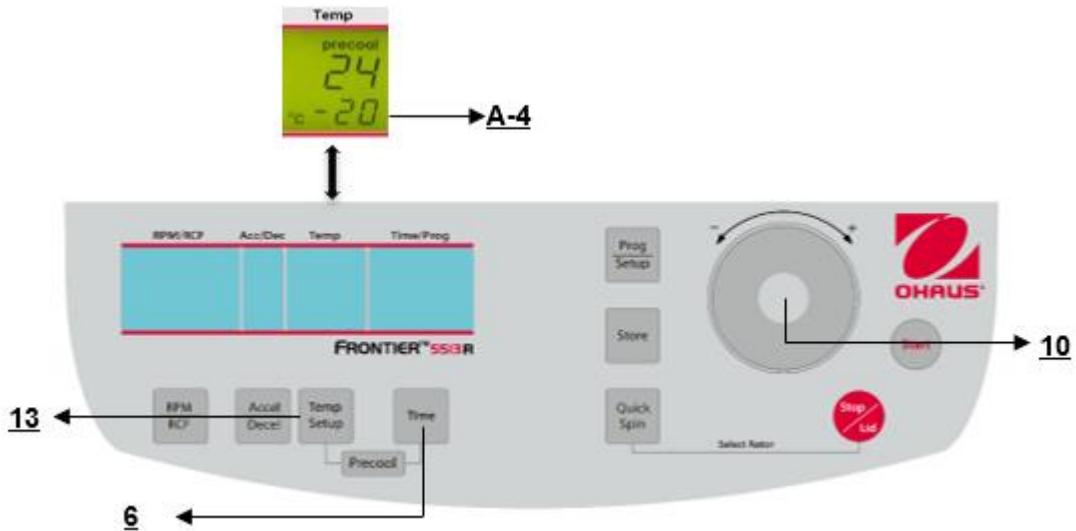

Figura 17
3. La operación continua "cont", que puede interrumpirse con el botón "Stop/Lid" (9) (vea la Figura 17).
Si las muestras son sensibles a la temperatura, es útil preenfriar la centrífuga, el rotor y eventualmente los portatubos a la temperatura de trabajo requerida. Por lo tanto, inserte el rotor deseado y preajuste la temperatura respectiva. Al presionar en forma simultánea los botones "**Temp/Setup**" (13) (vea la Figura 17) y "**Time**" (6), inicia la operación. Durante la operación, la unidad selecciona automáticamente una velocidad rotacional que es equivalente al 20% de la velocidad rotacional permitida del rotor respectivo. Después de que se alcanza la temperatura predeterminada, puede salir de la operación de preenfriamiento con el botón "**Stop**" (10). Dependiendo del rotor insertado, el preenfriamiento dura aproximadamente entre 10 y 20 minutos.